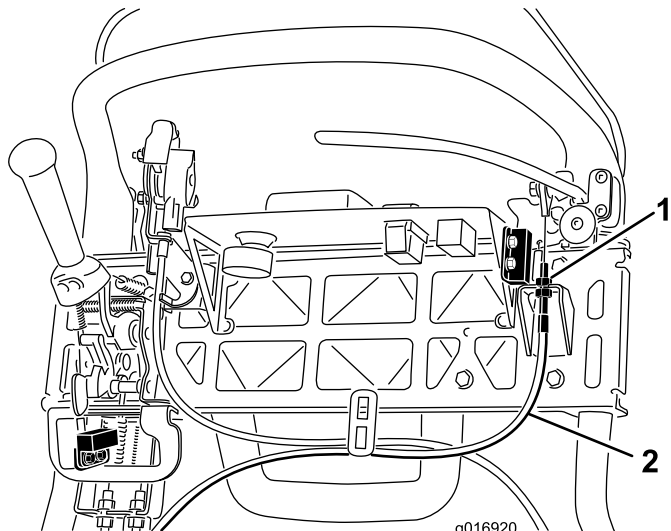

图40
3. 要增加拉线的张力、请拧松上拉线锁紧螺母并拧紧下拉线锁紧螺母（图40）、直至向刹车制动杆手柄施加的力达到 156N这是手松开刹锁定装置所需的力。